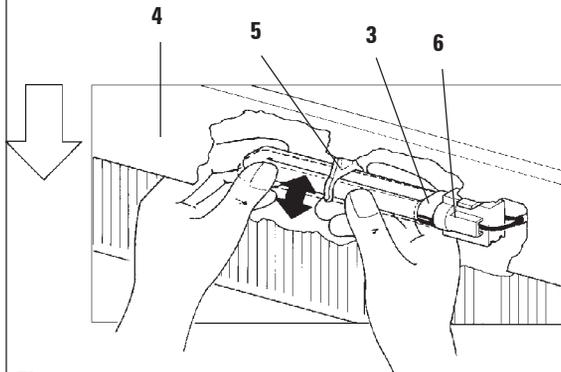

Fig. 35
- En posición de montaje correcta (vea Fig. 35) empujar la lámpara hacia la derecha hasta que quede enganchada en el portalámparas.